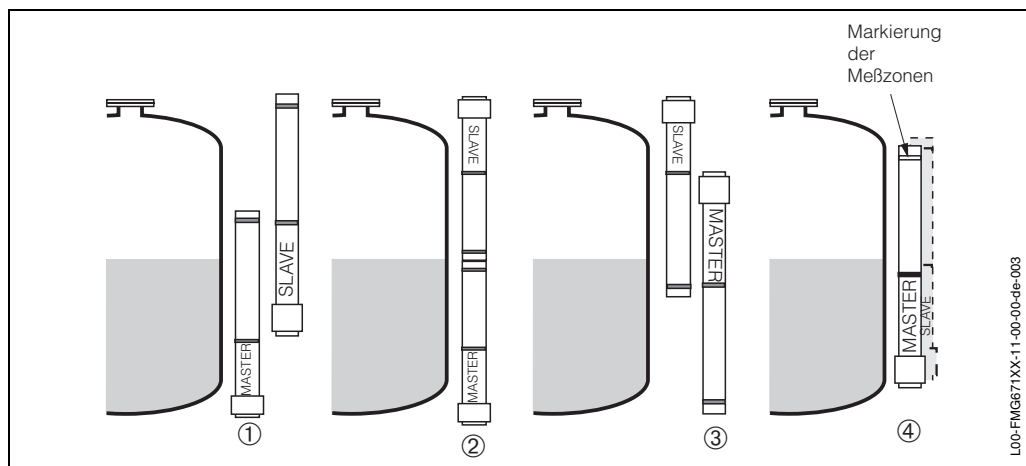

Abb. 5.3 Detektoranordnung für:
- für seitliche Anordnung s. Abb. 5.3